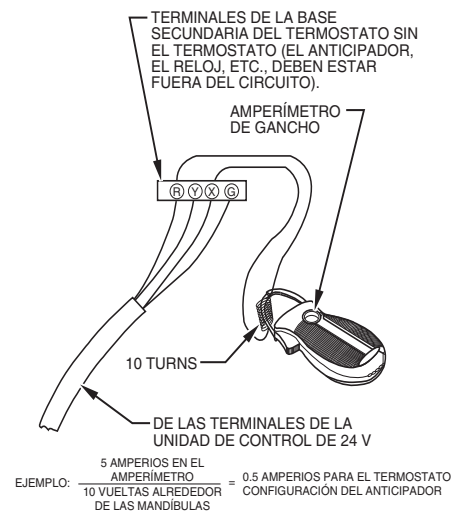

Fig. 69 – Verificación del consumo en amperios con un amperímetro
- (2.) Conecte un amperímetro (consulte Fig. 69) entre los terminales R y W/W1 de la subbase o entre los cables R y W/W1 de la pared.